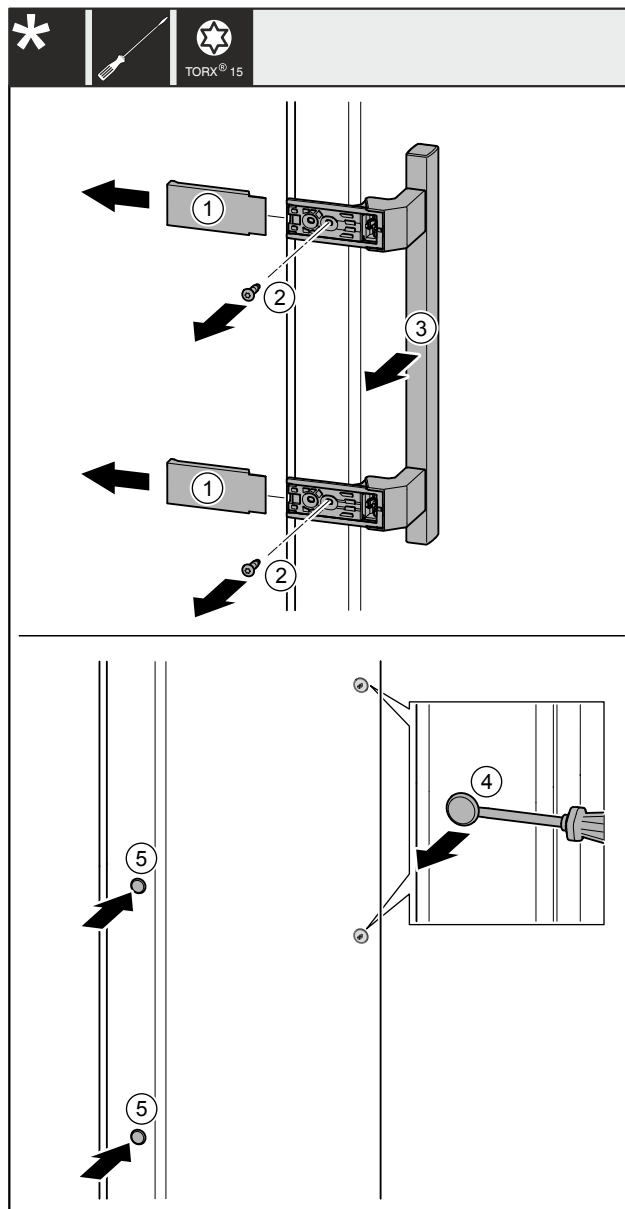

Fig. 40
- ▶ Снимите крышки Fig. 40 (1).
- ▶ Выкрутите винты Fig. 40 (2) отверткой.
- ▶ Снимите ручку Fig. 40 (3).
- ▶ Осторожно приподнимите шлицевой отверткой боковую заглушку Fig. 40 (4) и извлеките ее.
- ▶ Снова установите заглушку Fig. 40 (5) с другой стороны.